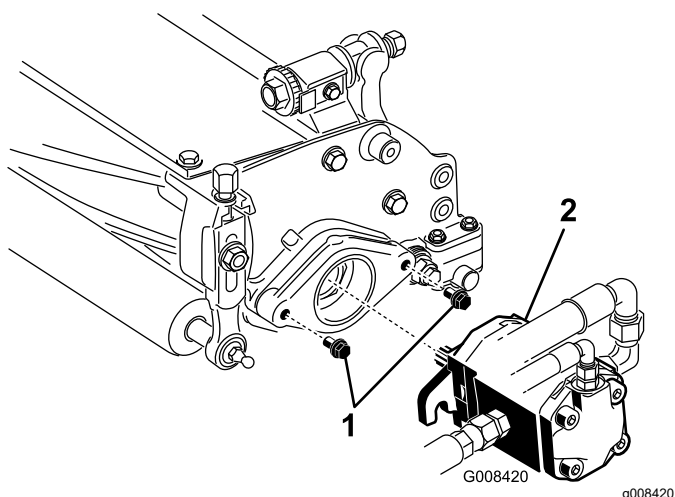

図 8
- リールモータ取り付けボルトのねじの頭が、それぞれおよそ 13 mm 突き出した状態になるようにすること 図 8。
- リールモータのシャフトのスプライン部にグリスを塗布する。モータを取り付け穴に正対させ、時計方向にひねってスタッドを一回かわし、モータを左にひねってフランジをスタッドに嵌め合わせ 図 8、
- 取り付けボルトを締め付ける 図 8。